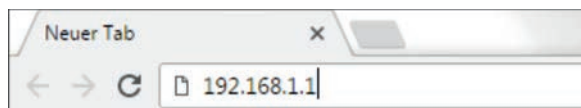
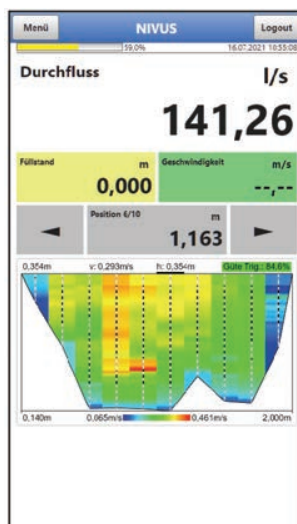

Abb. 26-20 Adressfeld
Abb. 26-21 Anzeige NivuFlow Stick-Display im Browser
6. In das Adressfeld (Abb. 26-20) die IP-Adresse „192.168.1.1“ eintragen und öffnen. Nach erfolgreicher Verbindung erscheint das Display des NivuFlow Stick (Abb. 26-21).